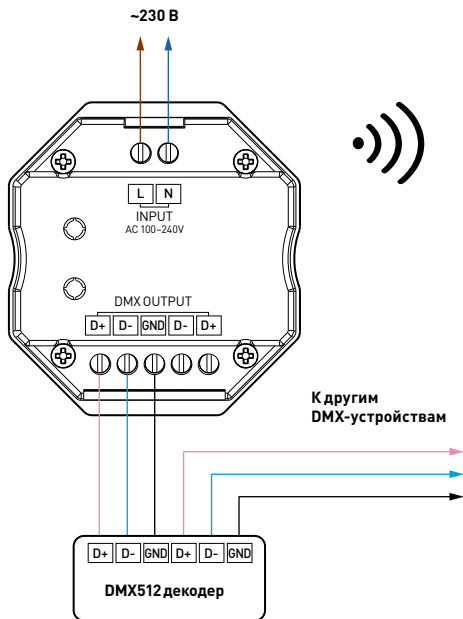

Рис. 2. Схема подключения светорегулятора в качестве мастер-контроллера DMX512
- 3.2. Подключите светорегулятор согласно схеме на рис. 2.